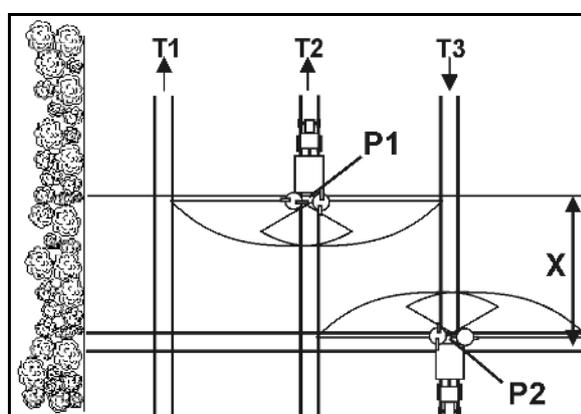

Fig. 70
- Öffnen der Schließeschieber nach dem Einfahren in die Fahrgasse am Punkt P1 (Fig. 70), wenn die Streuscheiben die Strecke X von der Fahrgasse des Vorgewendes entfernt sind.
- Schließen des Schiebers vor dem Herausfahren aus der Fahrgasse am Punkt P2 (Fig. 70), wenn sich die Streuscheiben in Höhe der ersten Fahrgasse des Vorgewendes befindet.